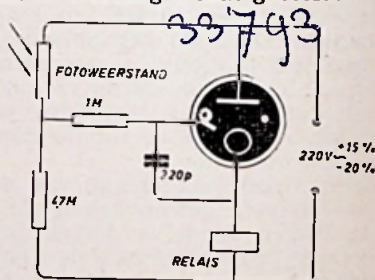

Fig. 8 - Licht-gestuurde schakeling
**Licht-gestuurde schakeling.** Fig. 8 geeft een schakeling, waarbij m.b.v. een lichtstraal en een fotoweerstand een relais in werking wordt gesteld.